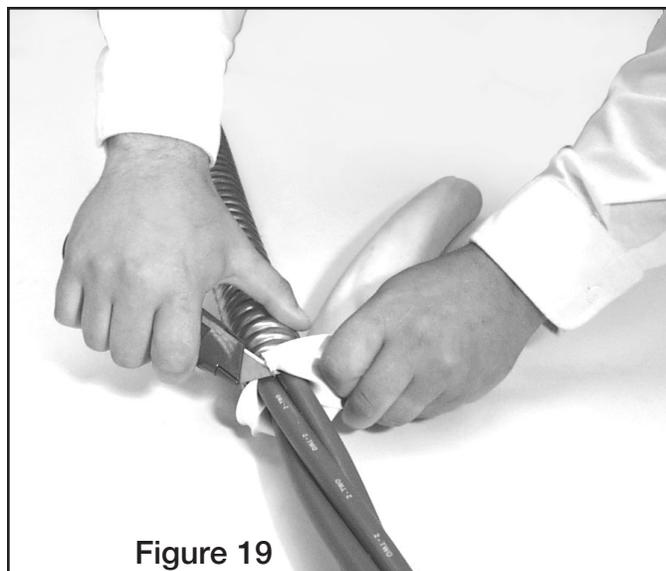

Figure 19
3. Tirez sur la gaine intérieure jusqu'au bout de la coupe longitudinale et couper l'excédent de façon circulaire. Inspecter l'isolation contre tous dommages. (Figure 19)